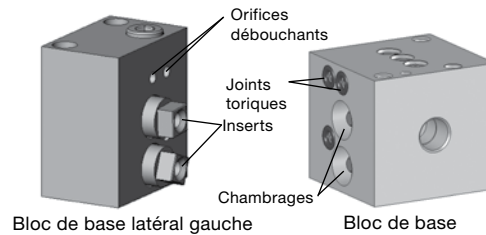

Fig. 1
- Placez un **bloc de base** sur le **bloc de base latéral gauche**, en alignant les **joints toriques** (9-007) avec les orifices débouchants. Les extrémités carrées des inserts du bloc de base latéral gauche viendront se loger dans les chambrages du bloc de base. Voir la figure 1.